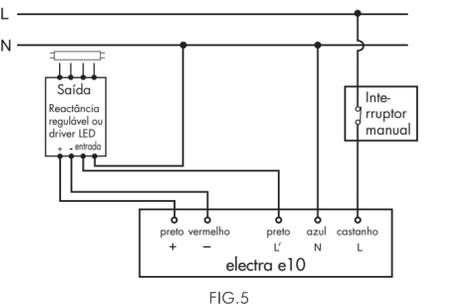

FIG.5
3.3.1 Operação normal (ver FIG.5)